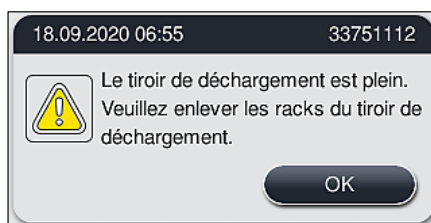

Fig. 88
- Au plus tard quand le message d'avertissement indique que la station de déchargement est complète (→ "Fig. 88"), il faut ouvrir le tiroir de déchargement et retirer les supports de lames. En cas de non-respect du message d'avertissement, il n'est plus possible de transférer d'autres supports de lames dans les stations de déchargement. En raison de la variation des durées d'étapes et des retards en décollant dans le processus de coloration, cela peut conduire à une modification des résultats de la coloration, voire même à l'impossibilité de réaliser l'analyse.